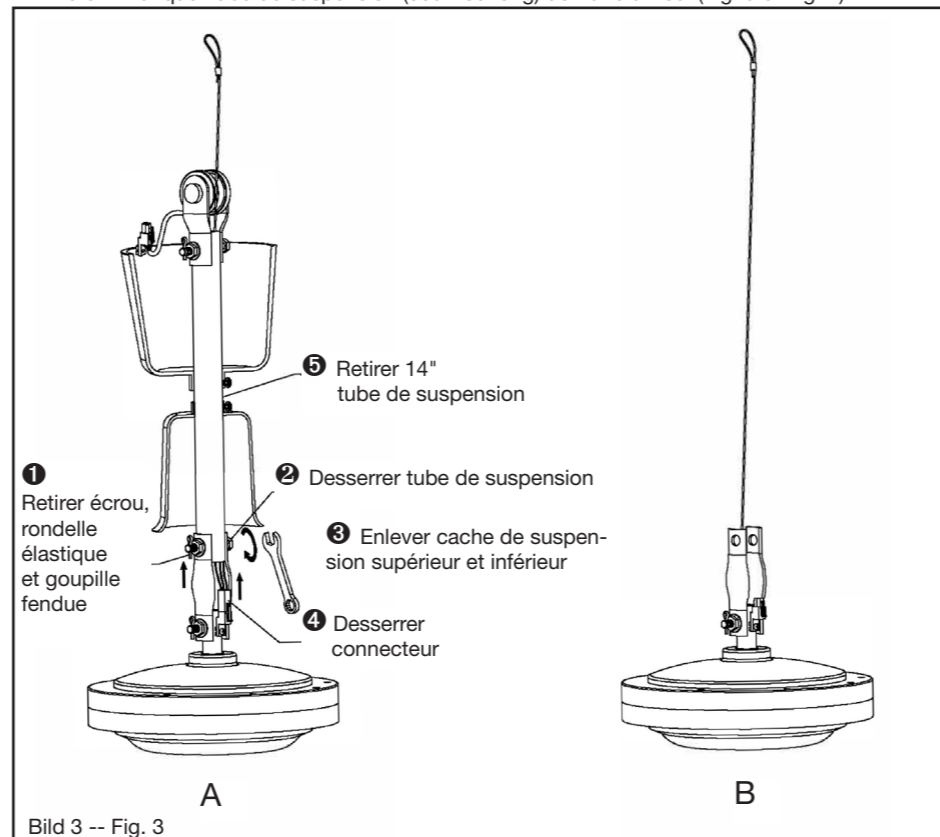
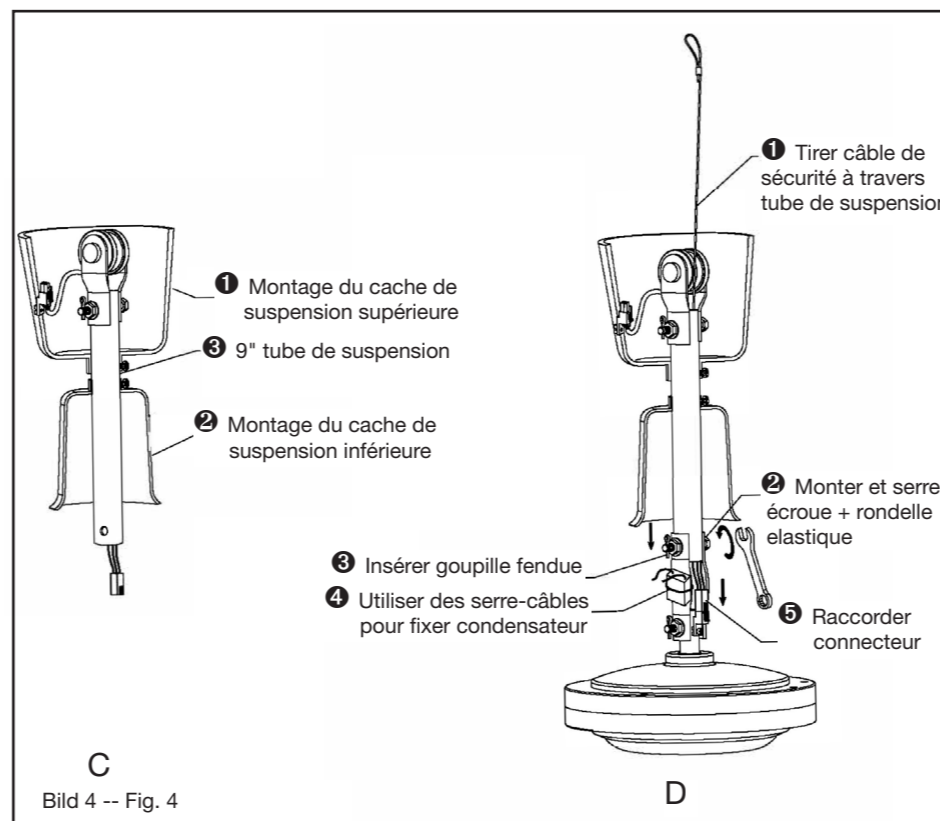

Bild 3 -- Fig. 3
Bild 4 -- Fig. 4
- 1. Optional: Umbau auf kurzes Pendelrohr 9". (Bild 3 und Bild 4)
- 1. Determine which downrod (short or long) is to be used. (Fig. 3 and Fig. 4)
- Déterminer quel tube de suspension (court ou long) doit être utilisé. (Fig. 3 et Fig. 4)